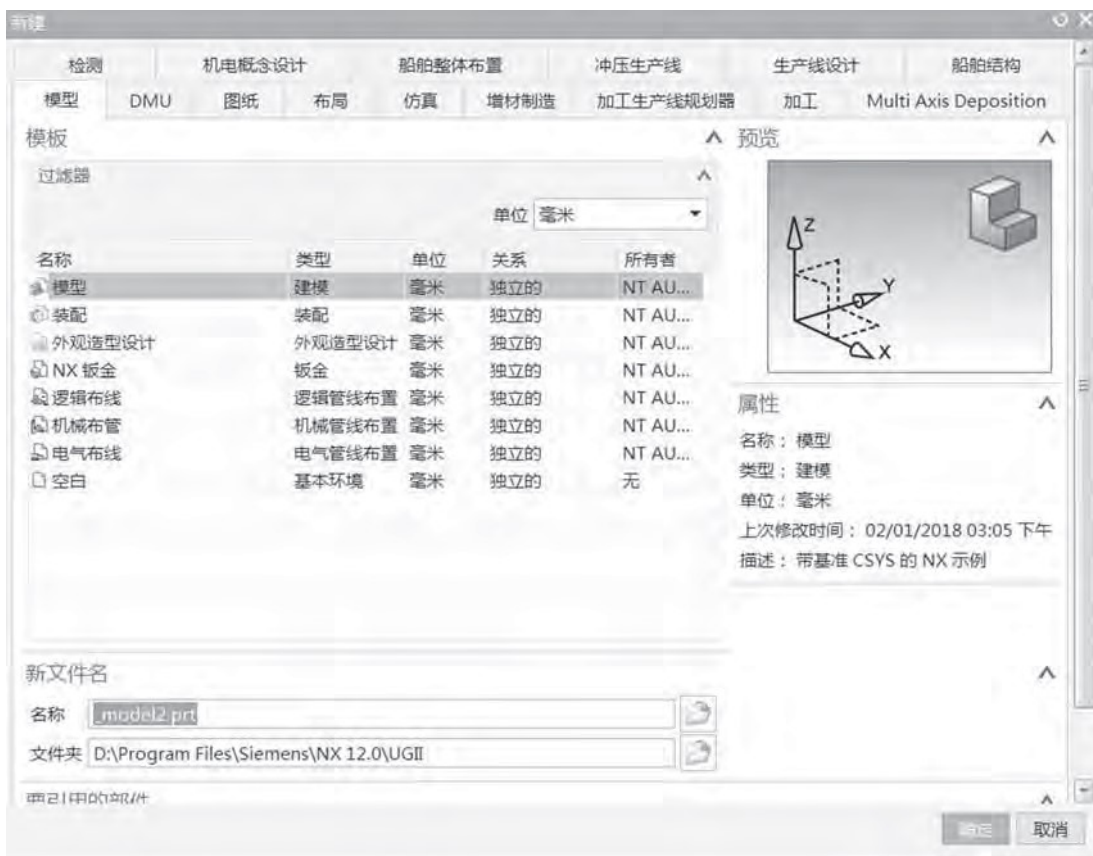

图 1-5 “新建”对话框
1. 在菜单栏中的“文件”菜单中选择“新建”命令，或者在工具栏中单击  按钮，打开如图1-5所示的“新建”对话框。